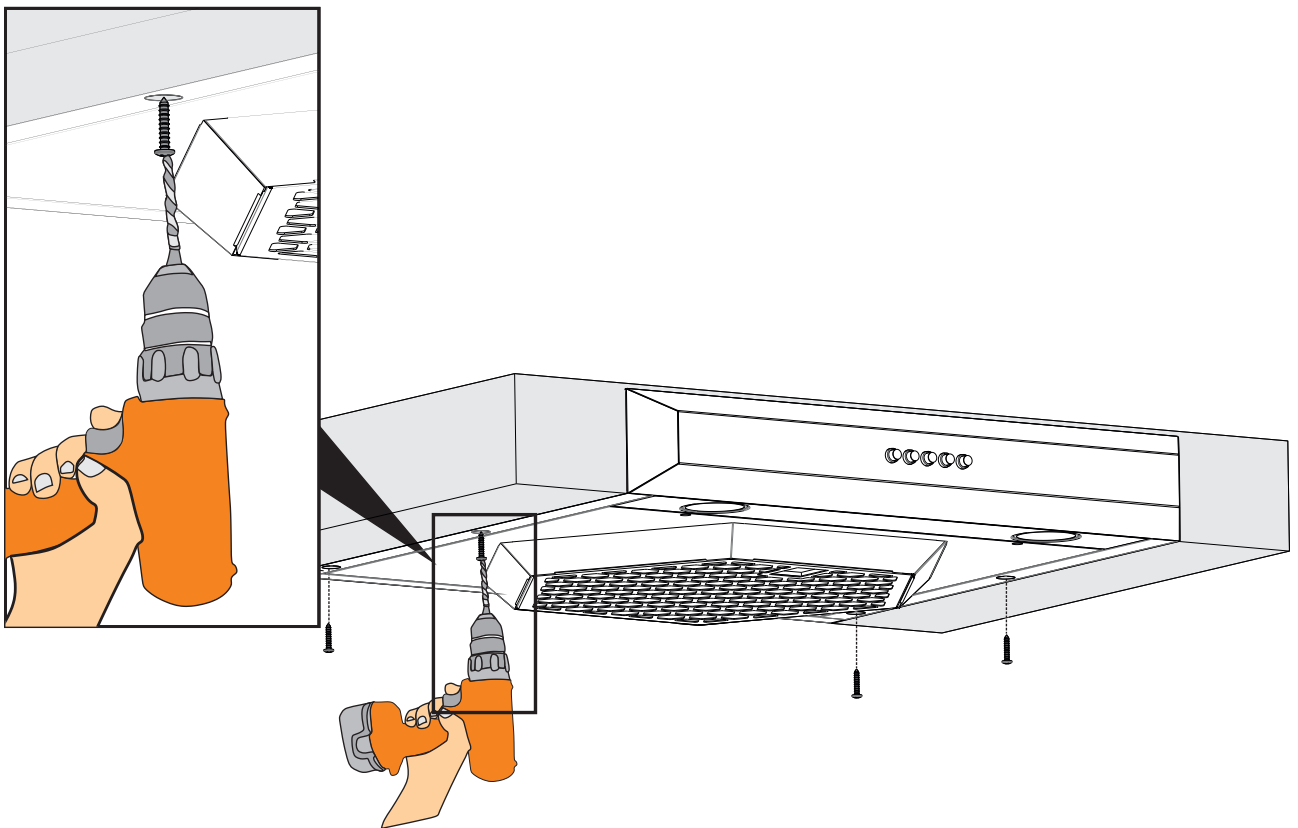

Fig. 13
3. ➤ Montera denna enhet på kabinettet vid punkterna A,B,C,D med hjälp av en bormaskin med skruvarna 3,9x22 som medföljer förpackningen (Fig. 13).